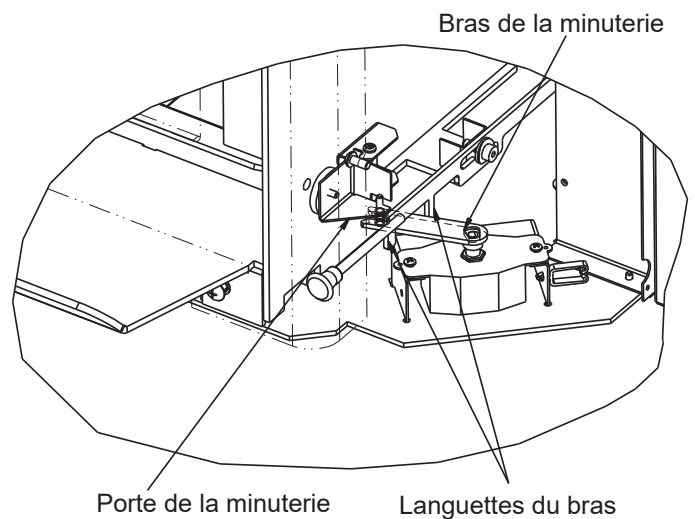

Figure 20.5
2. Réinstallez la minuterie. Le bras de la minuterie doit se situer entre la première et la seconde languette du bras de contrôle (**Figure 20.5**).